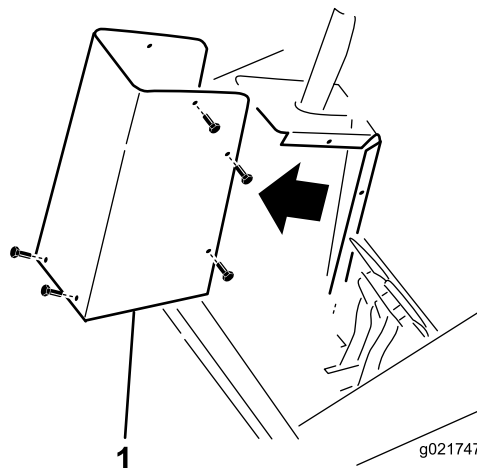

Figura 1
1. Staccate il copripiantone dal piantone dello sterzo (Figura 1).